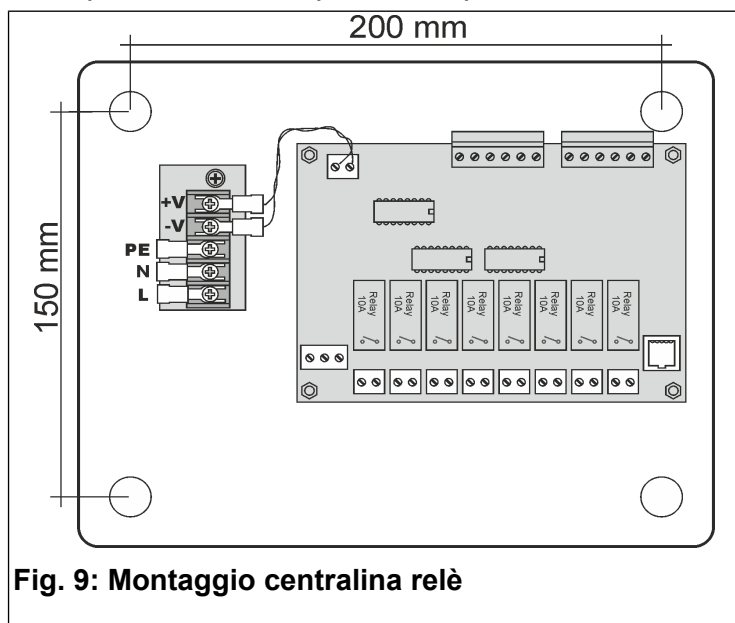

Fig. 9: Montaggio centralina relè
Per il montaggio della centralina (Fig. 9):
- Fissare la centralina relè tramite i 4 fori sul fondo (Fig. 9).
Collegare il conduttore di terra all'apposito terminale a forcella fornito in dotazione, come indicato in Fig. 9, adatto per cavi di sezione 0,5-1,5mm².